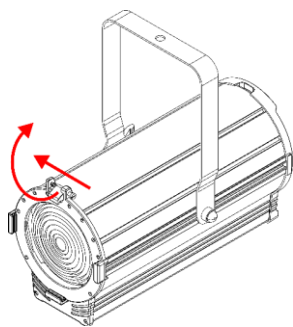

Fig. 11
- 01) Poussez la **vis à ressort (01)**, soulevez en même temps le **clip pour cadre de couleur (02)** et basculez-le vers l'arrière (voir fig. 11).